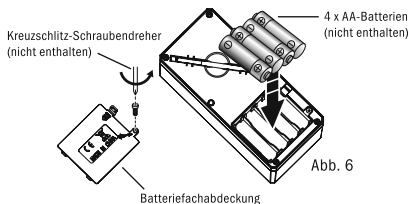

Abb. 6
6. Öffnen Sie das Batteriefach mit einem Kreuzschlitz-Schraubendreher und legen Sie 4 x 1,5V „AA“ Batterien (nicht im Lieferumfang enthalten) in das Batteriefach ein. Auf richtige Polarität achten (siehe Kennzeichnung im Batteriefach). Anschließend den Deckel wieder auf das Batteriefach schrauben (Abb. 6).
6. Use a Phillips screwdriver to open the battery compartment cover. Insert 4 x 1.5V AA batteries with the correct polarity and replace the battery compartment cover (fig. 6).